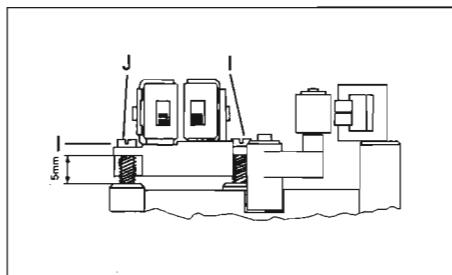
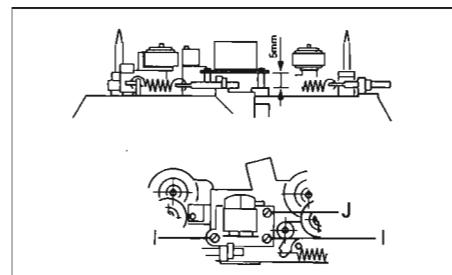

Fig. 3.7
Fig. 3.7a
- Die Höhe des Aufnahme-/Wiedergabekopfes ist mit den Schrauben [I] auf 5mm voreinzustellen (Fig. 3.7). Bei Geräten ab Fabrikationsnummer 20401 gilt Fig. 3.7a.
- Preadjust the height of the record-/playback heads with screw [I] to 5 mm (Fig. 3.7). For units starting with serial no 20401, Fig. 3.7a is valid.
- Préajustez la hauteur de la tête enregistrement/lecture à 5 mm à l'aide des vis [I] (Fig. 3.7). Dès le numéro de fabrication 20401, la fig. 3.7a fait foi.